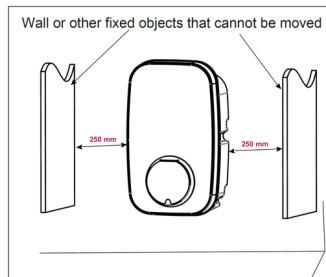

Abb. 5
- Empfehlung: ein seitlicher Mindestabstand von 250 mm auf jeder Seite. Abb. 5